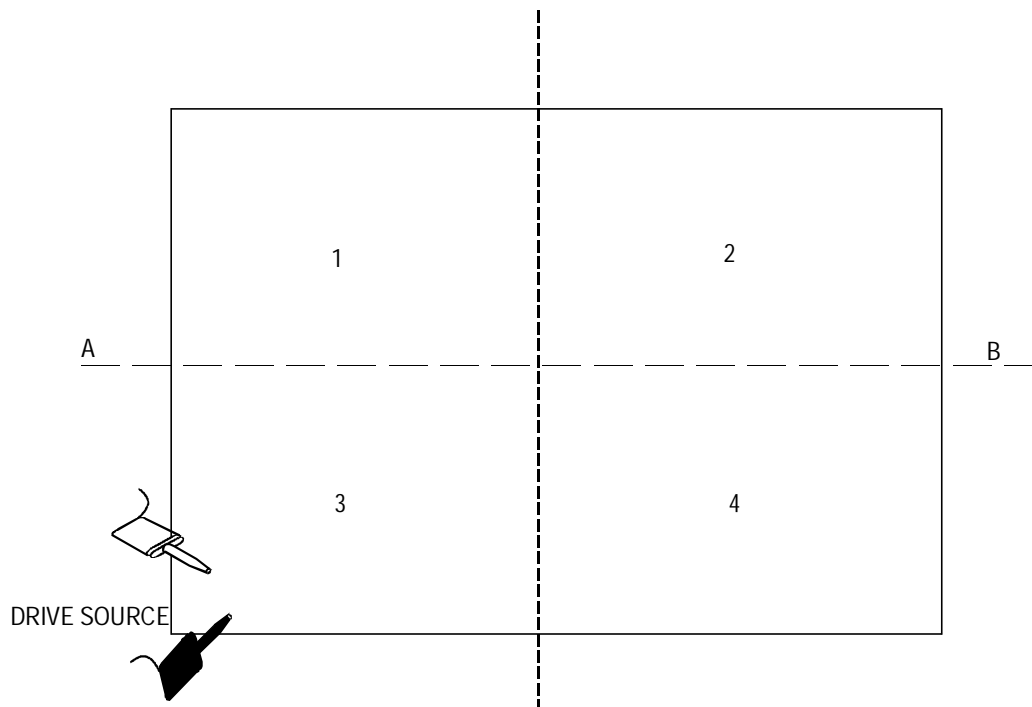

Figura 3, Divisione della scheda in settori
- La scheda viene divisa in quattro settori (vedere figura 3).